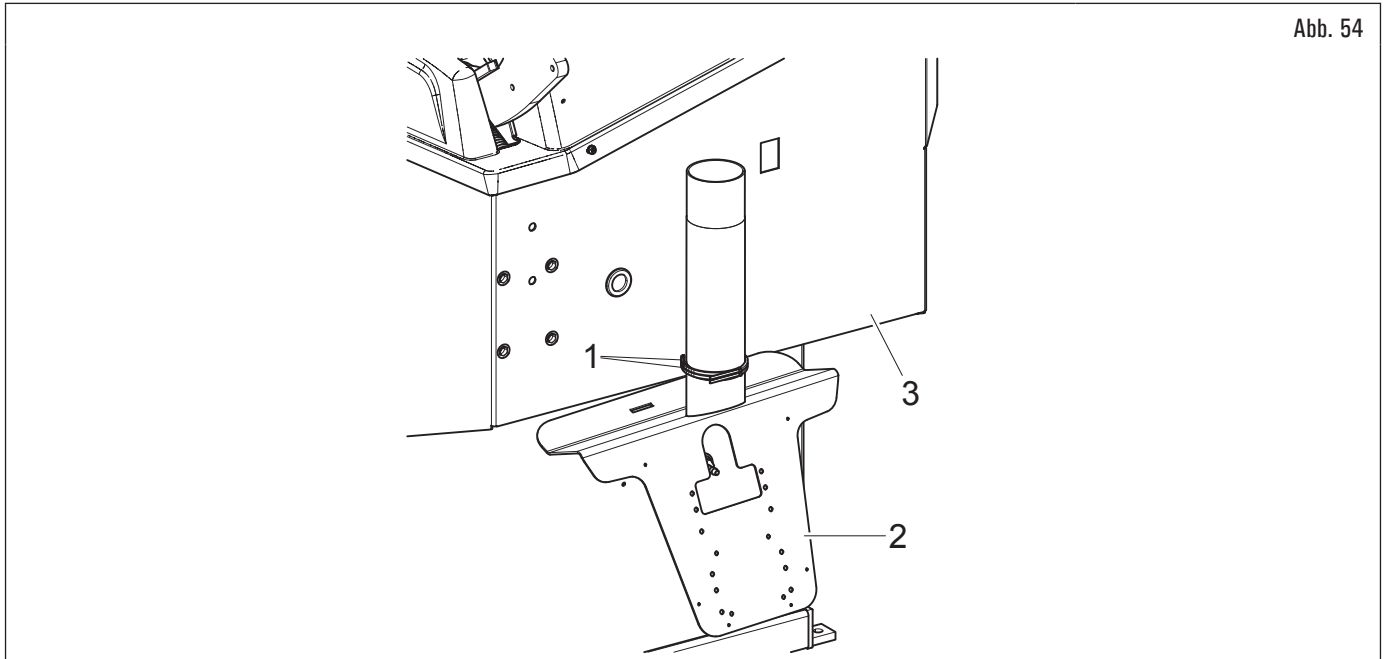

Abb. 54
1. Die zwei Schellen schneiden (Abb. 54 Pkt. 1) und die Halterung (Abb. 54 Pkt. 2) vom Rahmen befreien (Abb. 54 Pkt. 3).